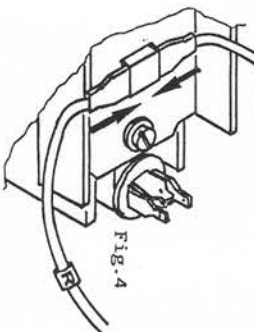

Fig. 4
- Oter le couvercle du module d'alimentation, débrancher les deux fils (R) de la résistance d'économie et les raccorder ensemble à l'aide du connecteur fourni dans le kit (fig. 4).
- Den Deckel der Versorgungseinheit abheben und die zwei Verbindungen (R) vom Sparwiederstand lösen (Fig. 3) und sie mit der mitgelieferten Klemme verbinden (Fig. 4).